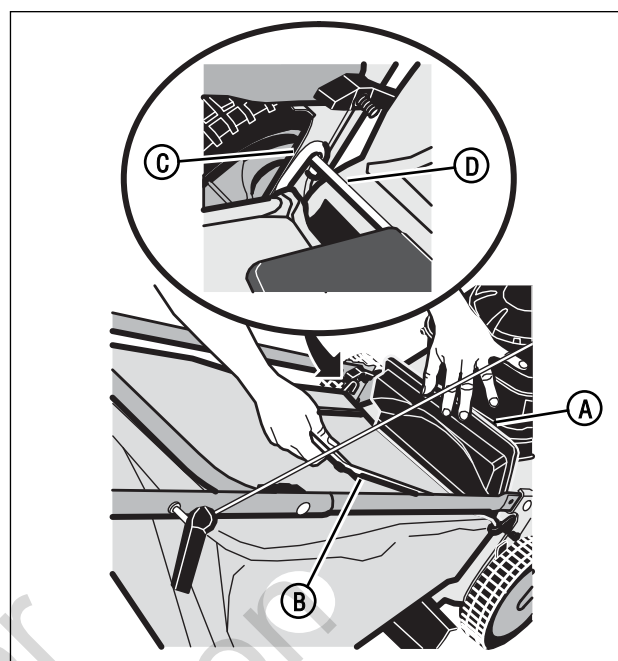

Figura 7: Montaje de la bolsa de césped
1. Para montar la bolsa de césped en el cortacésped, levante la puerta trasera (**A, Figura 7**). Sosteniendo la bolsa de césped mediante la manija (**B**), monte los ganchos (**C**) de ambos extremos del armazón de la bolsa de césped sobre la barra-pivote (**D**) de la puerta trasera. Baje la bolsa de césped contra la parte trasera del cortacésped. Baje la puerta trasera.